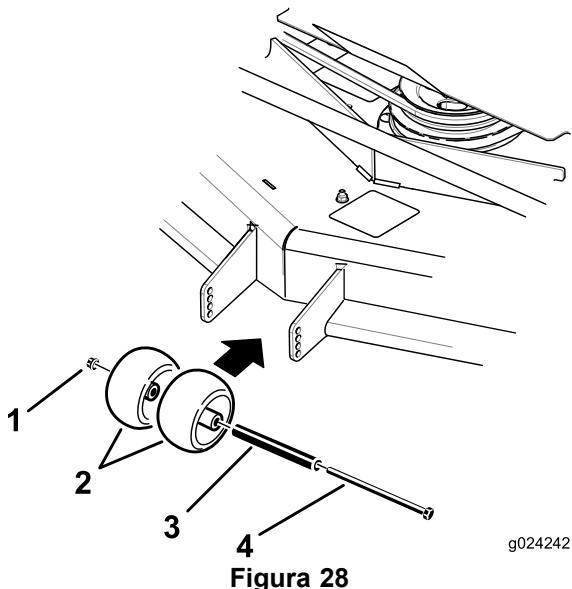
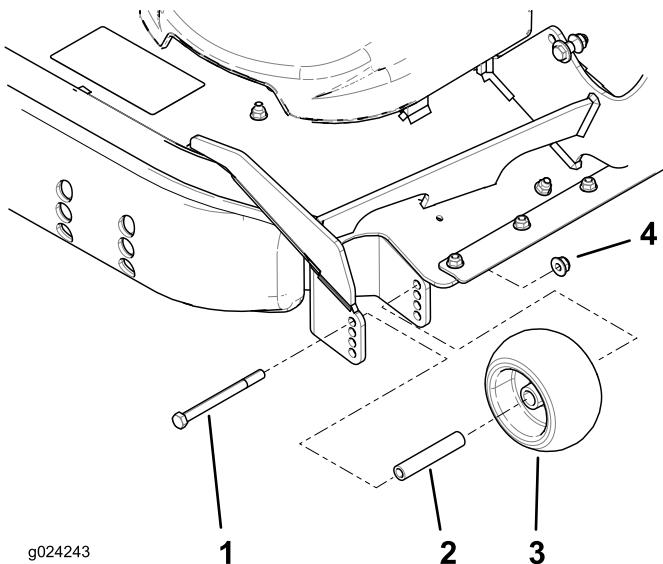

Figura 28
Figura 29
- Ajuste los rodillos protectores del césped según se muestra en Figura 28 y Figura 29 a la posición de altura de corte más próxima.